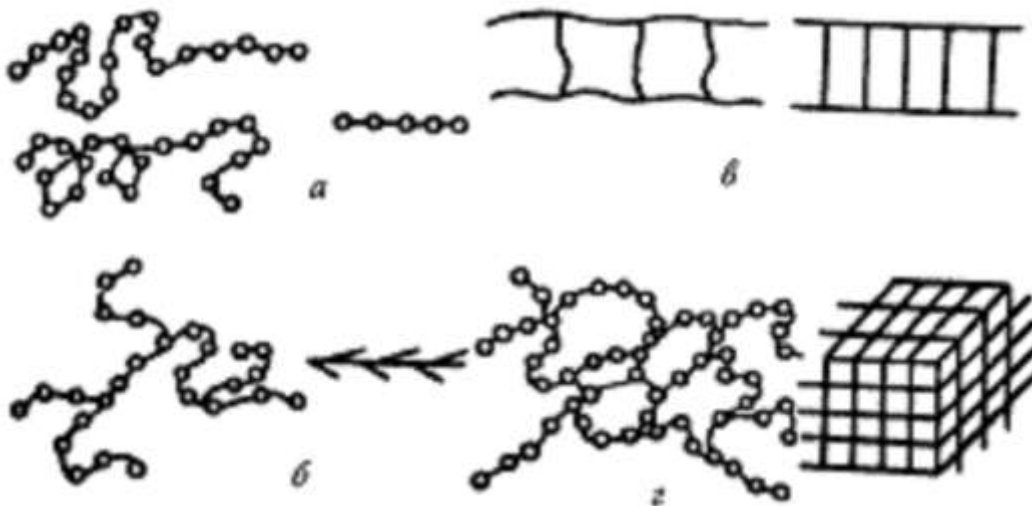

Рис. 1. Форма макромолекул полимеров различной топологии: *a* – линейная; *б* – разветвленная; *в* – лестничная; *г* – пространственная сетчатая
**В соответствии с молекулярной структурой** полимеры делятся на три группы (рис. 1):